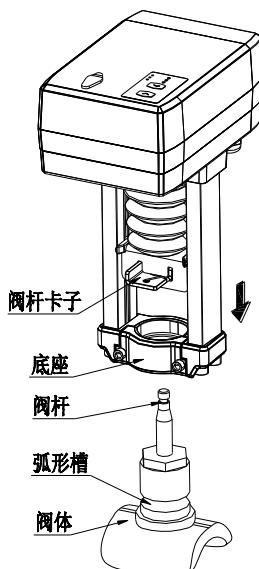
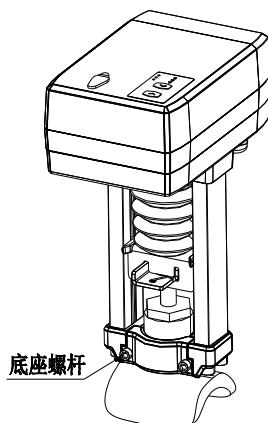
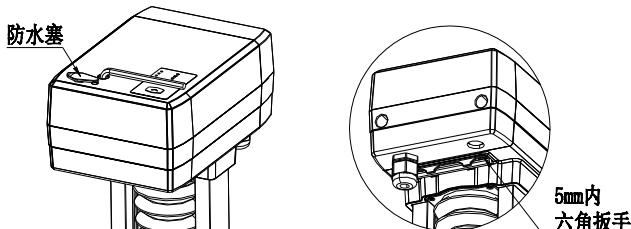

图 1
图 2
图 4
接线端子定义如下表。由于产品具有多种选型，实际接线应按照产品上的接线图接线。该表中的“向下动作”和“向上动作”是指执行器在垂直安装时(见图 1-图 4)的动作方向。
2. 上述描述中的“上”和“下”是指当执行器垂直安装时(如下图 1-图 4 所示)所指的方向。
1.上电自适应(SW6: OFF): 产品出厂默认为此模式。即执行器通电后直接进入此模式，此时执行器工作状态指示灯为橙色常亮，执行器将自动先向下运行直到最下端位置，再立即向上运行直到最上端位置(“上”和“下”是指当执行器垂直安装时,如下图 1-图 4 所指的方向)，再进一步运行到控制信号对应位置。如此时为“断信号”情况，则按“断信号”程序执行。
进入：同时长按 5s 以上，进入本地控制模式，指示 LED 为红色常亮。此时，单独按 执行器向上运行，单独按 执行器向下运行(“上”和“下”是指当执行器垂直安装时,如下图 1-图 4 所指的方向)。
执行器可以用内六角扳手插进防水塞内孔(图 4)里进行手动操作。在通电情况下操作时, 电机回自动断电, 确保手动操作安全。当内六角扳手退出后, 电机重新运行。手动操作过程中, 若内六角扳手出现传动打滑, 是因为执行器主轴运行受阻或已达到运行方向上的最大极限位置。此时, 应停止操作, 否则会损坏执行器。
1. 执行器与阀门安装固定: 如图 1, 把执行器如箭头示意方向套入阀体, 推动执行器的阀杆卡子, 对准卡入阀杆顶部的环形槽内, 再将执行器底座内侧的凸起对准阀颈部的弧形槽卡入, 如图 2, 锁紧底座螺杆, 使其牢固的与阀门安装。